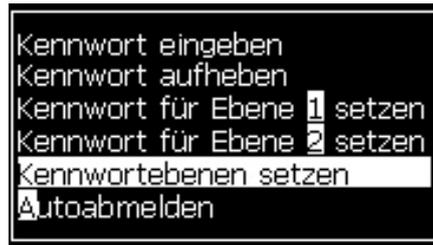
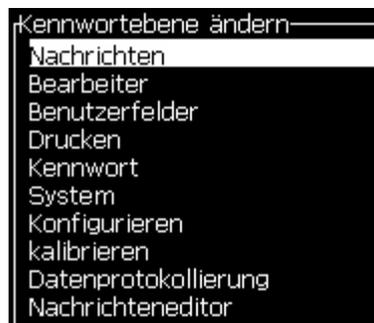
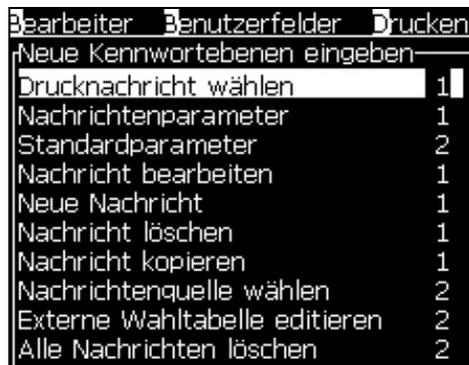

Abbildung 4-8: Kennwortebenen setzen
Abbildung 4-9: Kennwortebene ändern
Abbildung 4-10: Neue Kennwortebenen eingeben
- 1 Drücken Sie die Tasten *Alt + W* und wählen Sie *Set Password Levels* (*Kennwortebenen setzen*) (siehe Abbildung 4-8), um den Bildschirm *Change Password Levels* (*Kennwortebenen ändern*) zu öffnen (siehe Abbildung 4-9).
- 2 Wählen Sie das Menü (siehe Abbildung 4-9), welches eine andere Kennwortebene benötigt und drücken Sie die Taste *Enter*. Der Bildschirm *Enter New Password Levels* (*Neue Kennwortebenen eingeben*) erscheint (siehe Abbildung 4-10 auf Seite 4-6).